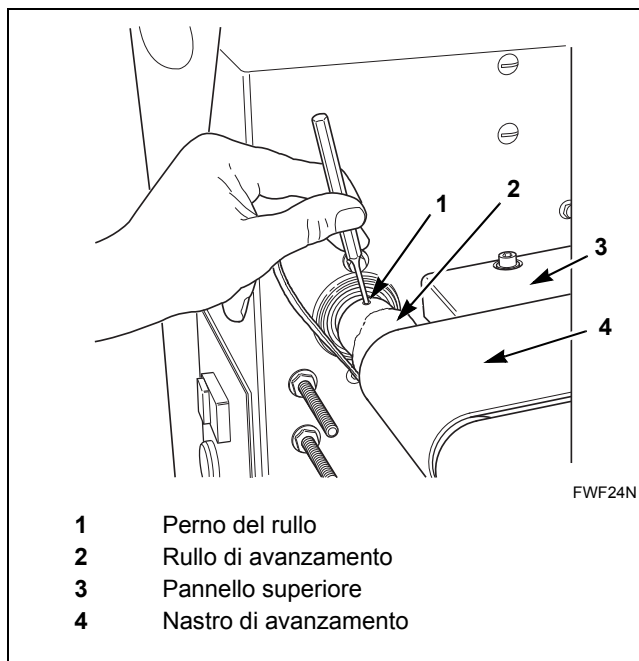

Figura 25
4. Con un punteruolo far uscire del tutto il perno del rullo di avanzamento. Consultare la *Figura 25*.